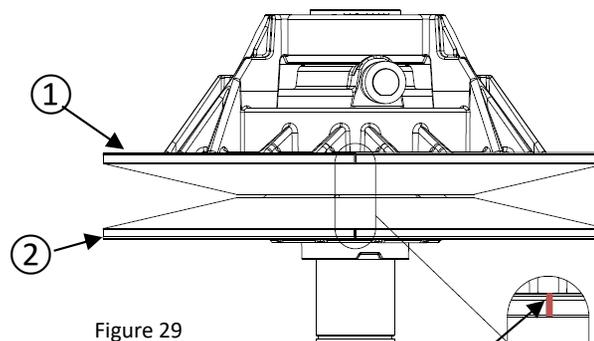
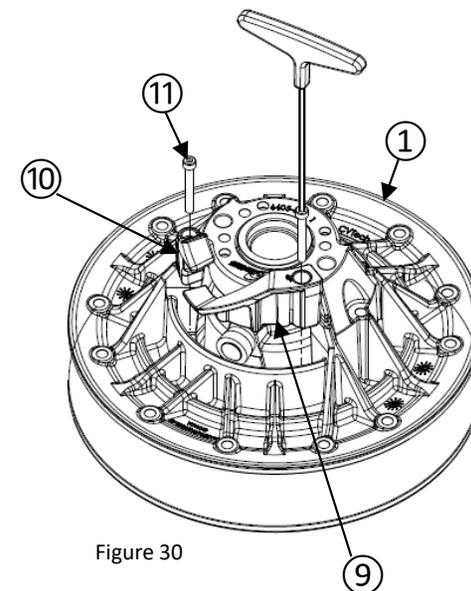

Figure 29
Figure 30
- Insérer le flasque coulissant ② sur le flasque fixe ① et assurez-vous que les encoches d'alignement sont alignées (voir figure 29).
- Insérez les 2 rampes avant ⑨ et les 2 hélices ⑩ dans le flasque fixe ①.
- Serrez les 4 vis ⑪ à 3,5 Nm (voir figure 30).